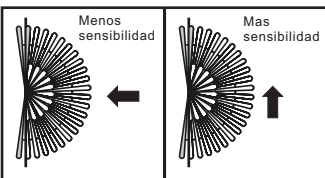

FIG.3
- Menos sensibilidad al movimiento si viene directamente hacia el detector. (FIG.3)
7. Tened en cuenta la dirección al caminar, de acuerdo con la FIG.3: